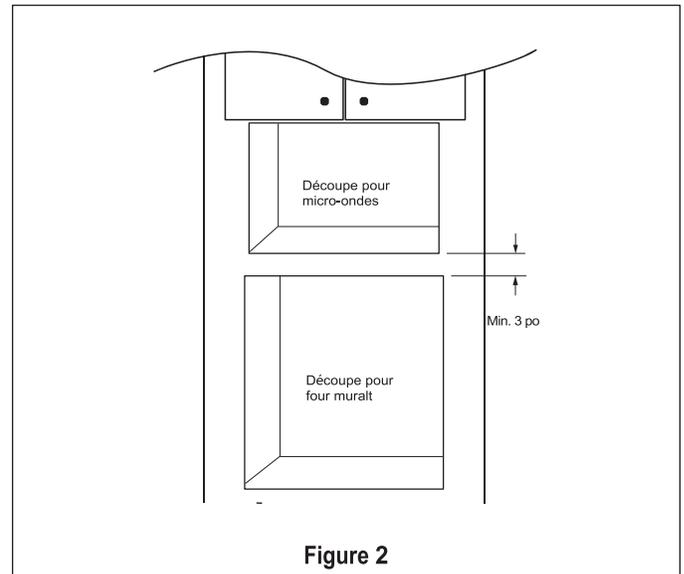

Figure 2
- Laissez un espace minimum de 76 mm (3 po) en bois entre la découpe du four à micro-ondes et la découpe de l'appareil situé sous le four à micro-ondes. Consultez la figure 2.